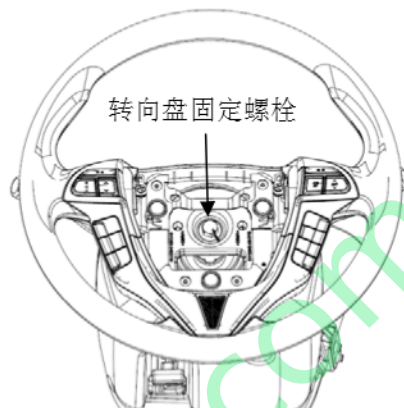

图 4-3
①拔出其余线束接插件；
②松开固定转向盘的六角法兰面螺栓。如图 4-3所示。